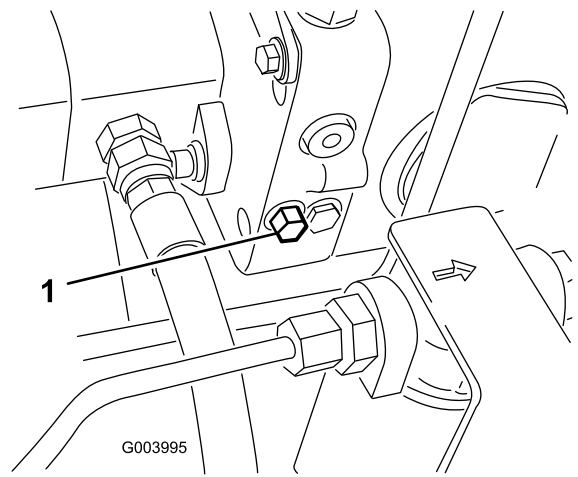

Figura 37
1. La valvola di bypass è situata sul lato sinistro dell'idrostatato (Figura 37). Fate ruotare di un giro e mezzo il bullone per aprire e lasciare bypassare il fluido all'interno.